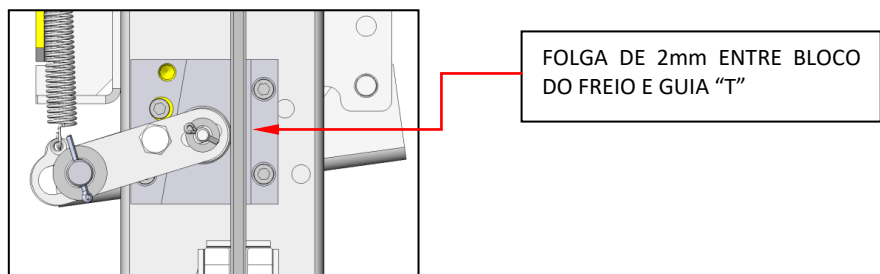

Figura 12: Distância entre a face traseira da guia e o bloco do freio
- Observar a distância correta entre o bloco do freio e as guias, conforme figura 12.